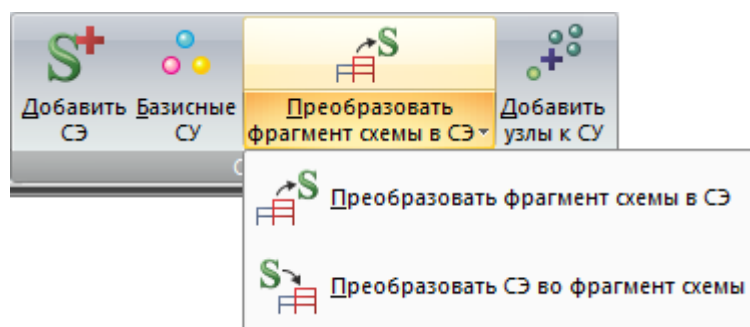

Рис. 58. Раскрывающийся список **Преобразование фрагмента схемы**
**Преобразовать фрагмент схемы в СЭ** (рис.58) – раскрывающийся список с заменой, который содержит операции по преобразованию фрагмента схемы в суперэлемент и наоборот.